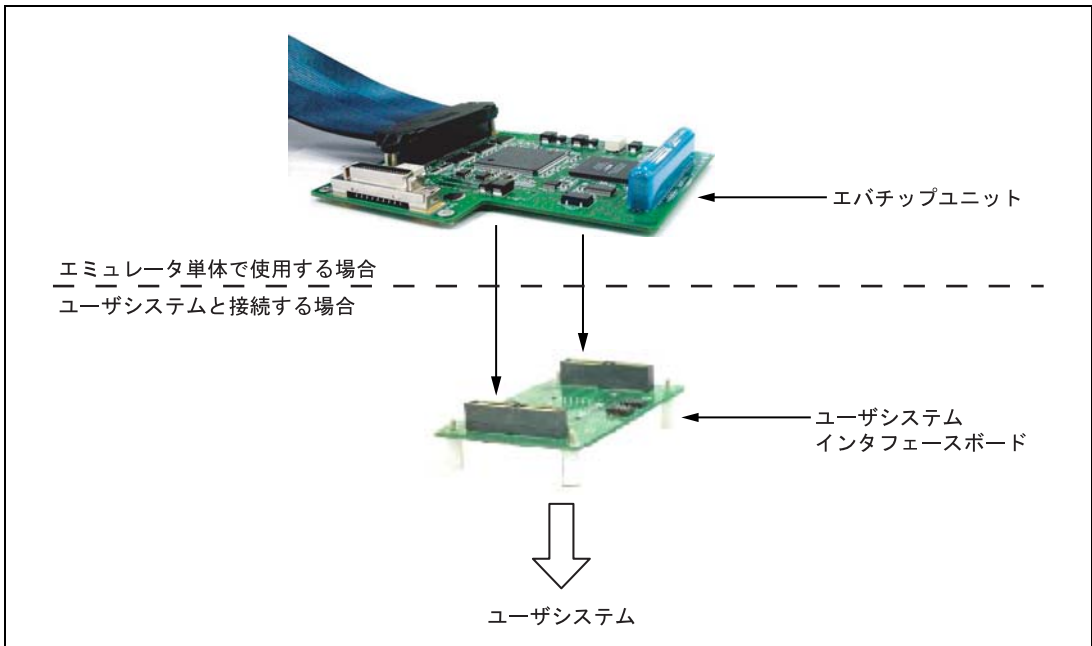

図 2.10 E200F エミュレータ単体での接続方法
- ユーザシステムと接続せずにE200F単体で使用する場合は「1.2 システム構成」の表1.3を参照し、図2.10のようにエバチップユニットまでの接続とします。